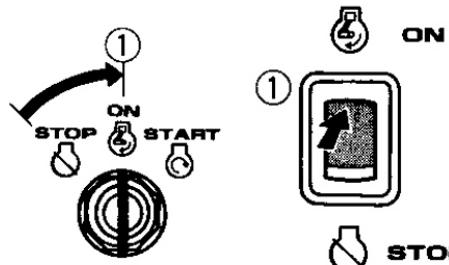

Рис.12
- Переведіть перемикач запалювання двигуна в положення ON («УВІМК.»)(Рис.12).
6. Переведіть важіль повітряної заслінки карбюратора в положення OFF («ВИМК.») (Рис. 12).